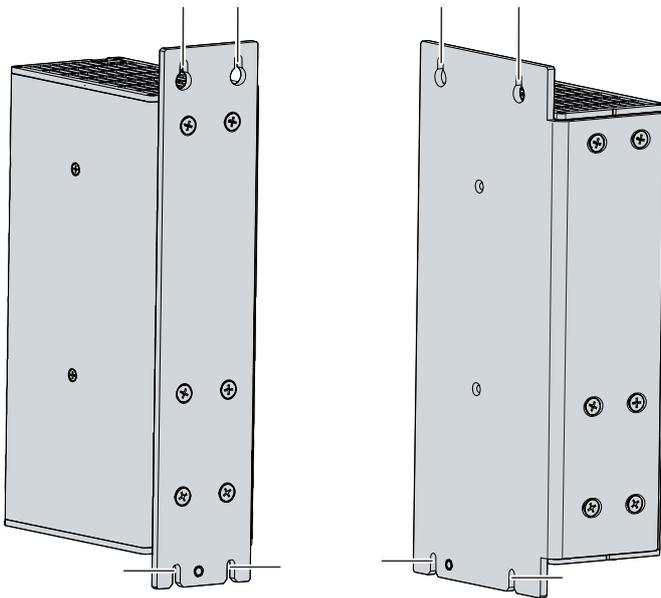

Abb. 17: Demontage Schaltschrank
2. Heben Sie den PC soweit an, dass die Befestigungsschrauben in die Schlüssellöcher (siehe Abb. 17) rutschen.